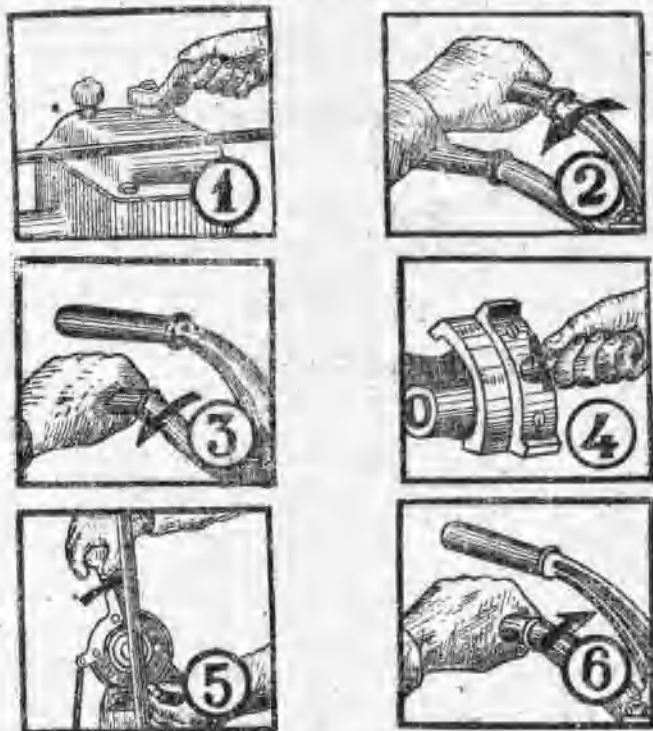

图 3 主发动机的启动
(1) 在温暖季节时，先将起动机变速把手安放在“高速”位置上（左面位置）。在寒冷季节时，应将变速把手安放在“低速”位置上（右面位置）。但在主发动机得到预温
后，仍須將把手推至高速位置如图 3，①所示。
(2) 將起动机驱动小齒輪連接于飞輪齒上。再將离合器把手向外拉，再連接起动机离合器如图 3，②、③所示。
(3) 起动机启动开始后，以正常速度带动主发动机，然后再將汽門开閉杆搬在中間位置，等到发动机充分預温后，再將汽門开閉杆，由中間位置搬至关闭位置（拉杆向上）如图 3，④所示，并开始給油。
(4) 为使主发动机大量給油，要拔出加速杆銷子，从原位拉到半周，此时噴油泵即經過噴油嘴开始噴油，主发动
机就开动起来了。如果主发动机经过数转后仍不能爆发，则仍须将加速杆搬回不喷油位置，并重新继续加温，再起动如图3所示。
(5) 直到主发动机发动后，连接装置的驱动小齿轮即自动松开，为了安全起见，于开动主发动机后，必须立刻松开起动机离合器，如图3所示。
(6) 关上起动机燃油箱开关，以便使化油器内剩余之燃油能继续使它转动，至起动机无油为止。然后断开点火开关。
(7) 主发动机先低速运转5~15分钟后，再变为高速空转5分钟，待主发动机运转平稳后，才能连接负荷。